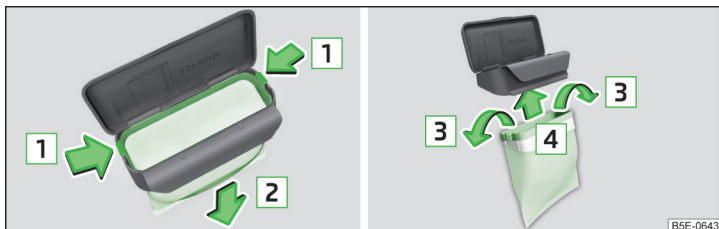

Abb. 84 Beutel ersetzen
- › Die beiden Rastnasen am Rahmen in Pfeilrichtung **1** abdrücken » Abb. 84.